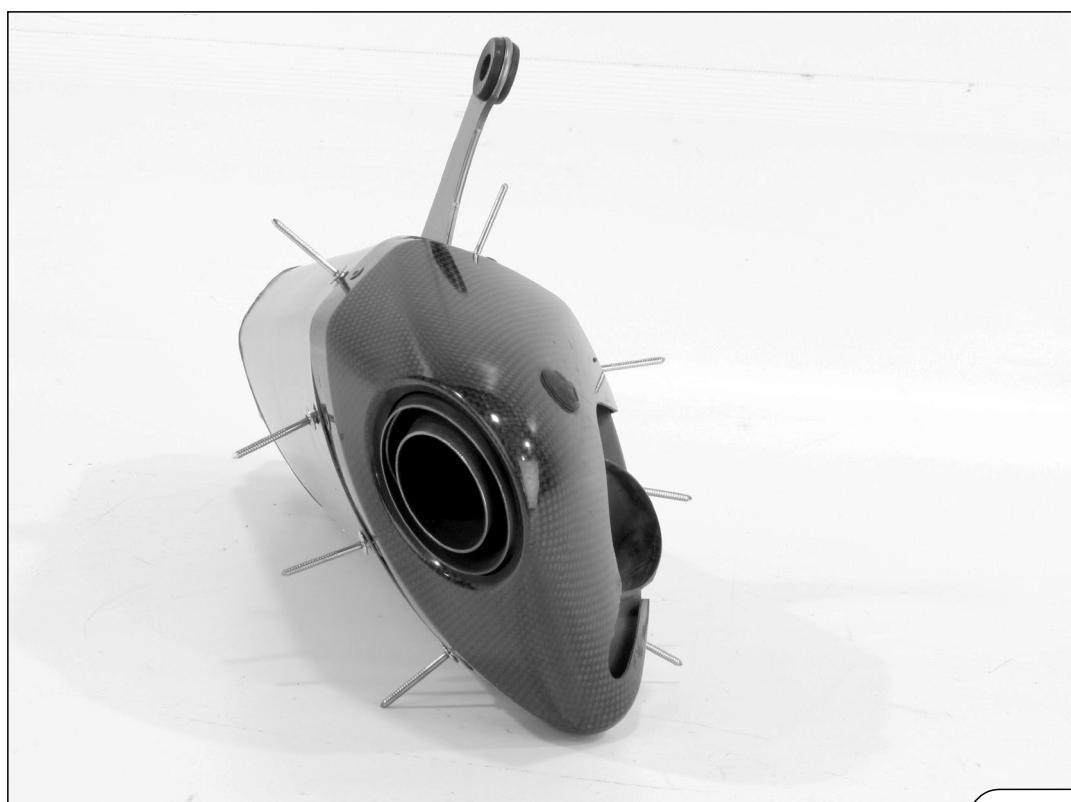

Figure 52
6. Akrapovič 修理キットに付属のリベットを図のようにサイレンサーに取り付けます (図 52)。